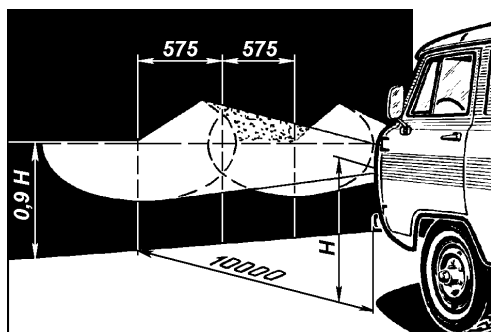

Рис. 9.41. Разметка экрана для регулировки фар:
3. Включите ближний свет и, закрыв одну из фар, отрегулируйте другую винтами 6 (см. рис. 9.41) так, чтобы световое пятно на стене или экране было расположено, как показано на
Противотуманные фары регулируйте так, чтобы световые пятна на стене или экране были расположены, как показано на рис. 9.41. Для замены лампы поверните патрон в сборе с лампой против часовой стрелки и выньте его из гнезда.